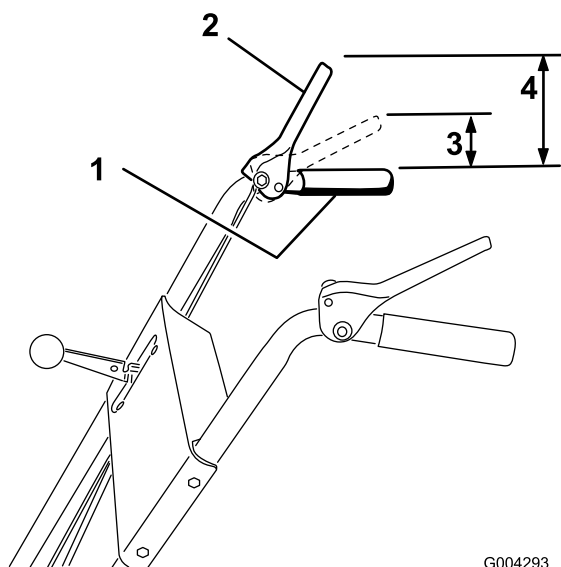

Figure 9
3. Vérifiez la distance entre le haut de la poignée et le bas de la manette de commande de fraise/turbine (Figure 9).
**Remarque:** La résistance augmente de manière perceptible lorsque la courroie d'entraînement de la fraise/turbine se tend (à peu près à mi-course de la manette). Le réglage est correct quand la résistance commence à augmenter et que 3 à 5 cm (1 à 2") séparent le haut de la poignée et le bas de la manette de commande de la fraise/turbine comme illustré à la Figure 9.